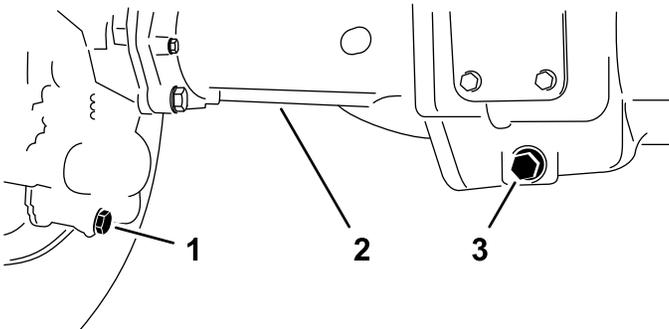

Figure 133
2. Nettoyez la surface autour des 3 bouchons de vidange (Figure 133) – 1 sur chaque carter de coupe conique (du côté extérieur des carters de ponts) et 1 sur le boîtier d'engrenages central.
3. Retirez chaque bouchon de vidange (Figure 133) et faites couler l'huile dans un bac de vidange.